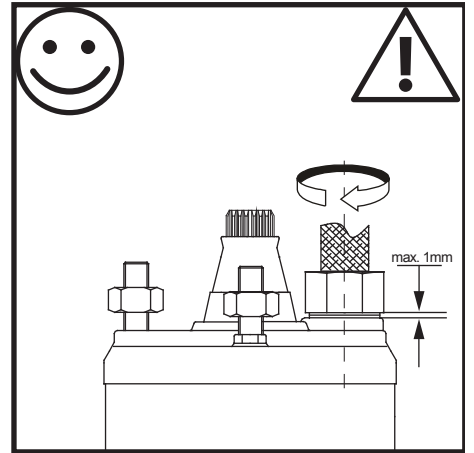

Fig.: 9
4. Stecker soweit in Buchse schieben, bis Buchsengewinde wieder sichtbar wird (Fig.: 9 / 10).